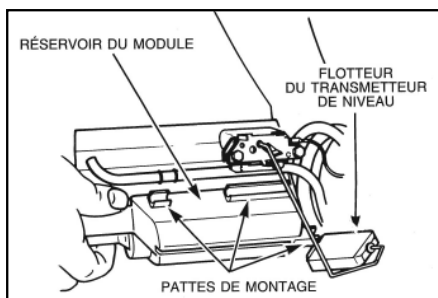
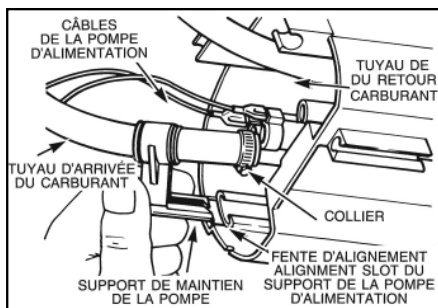

fig. 2
fig. 3
- A) Saisissez fermement le serpentin de vidange par sa partie la plus basse et détachez-en le réservoir du module en veillant à ne pas endommager le transmetteur de niveau (Voir fig. 2). Éloignez légèrement le réservoir du serpentin et détachez le support de maintien de la pompe (Voir fig. 3) du réservoir du module. Poussez le réservoir du module de côté tout en faisant sortir la pompe. Pendant cette opération, veillez à ne pas endommager le câblage du transmetteur de niveau.